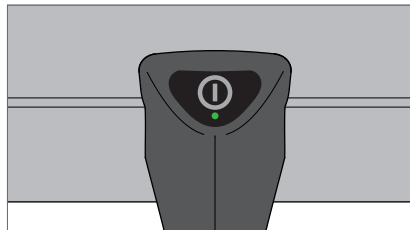

Fig. 6: Touche.
- Appuyez sur la touche, voir Fig. 6.
- Appuyez sur la touche et tenez-la appuyée, voir Fig. 6.
- ▶ Appuyez sur la touche à deux reprises rapidement de façon consécutive, voir Fig. 6.